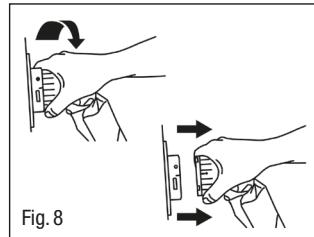

Fig. 8
5.4 Patiënttransportfaciliteit (Fig. 8)